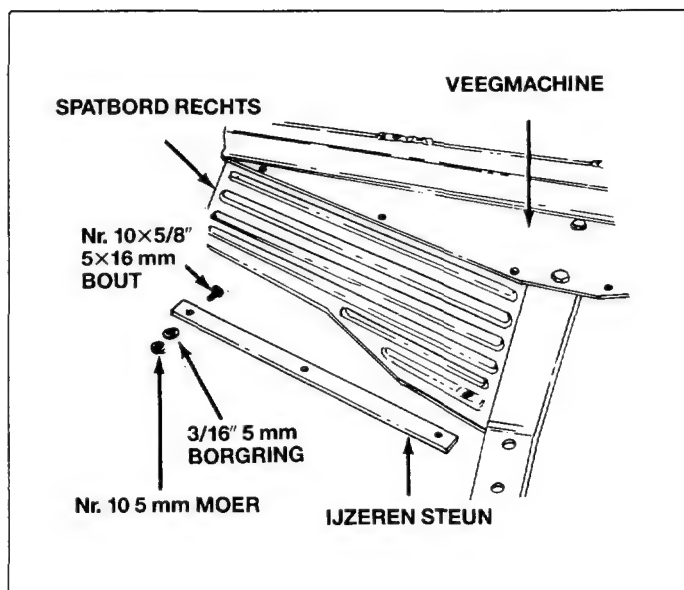

Fig. 4
3. Monteer het linker en het rechter spatbord op de veegmachine met zes sleufkopbouten 4×16 mm (nr. 10×5/8"), borgringen, moeren en twee ijzeren steunen. Zie fig. 4.